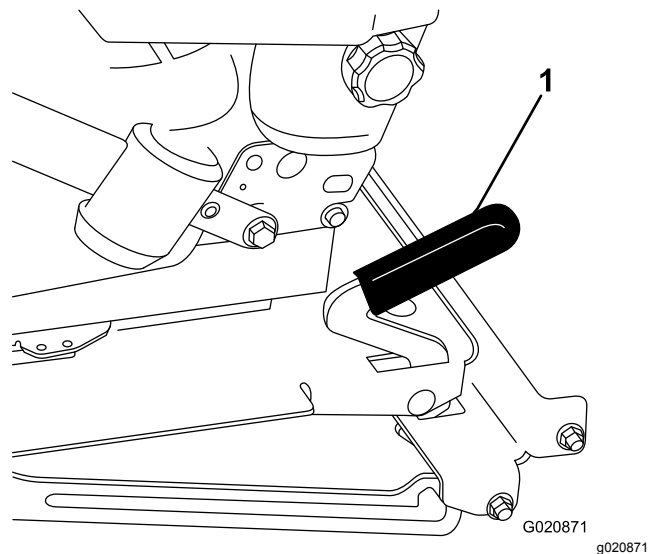

図 15
2. ラッチを前方に引いて持ち上げるとラッチが外れる(図 15)。